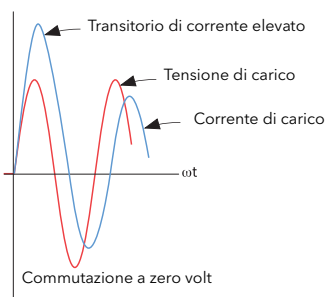

Figura 59 Definizione di Attivazione ritardata
- Delayed Trigger (Attivazione ritardata)** Viene visualizzato solamente se Modalità = Treno di impulsi, Avvio graduale = Off e Tipo di carico = Trasformatore. Attivazione ritardata specifica il ritardo dell'attivazione, in angolo di fase, durante l'alimentazione di potenza a un carico di trasformatore. Utilizzato per ridurre al minimo la corrente di punta. Il valore è configurabile tra 0 e 90 gradi compresi (Figura 59).